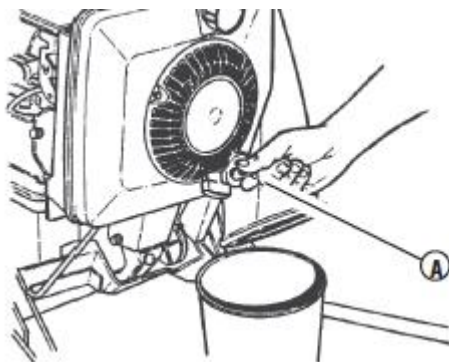

図5-1
3. エンジンオイルが完全に抜けたら、芝刈機を基に戻します。こぼれたオイルをきれいに拭き取ります。(図5-1)